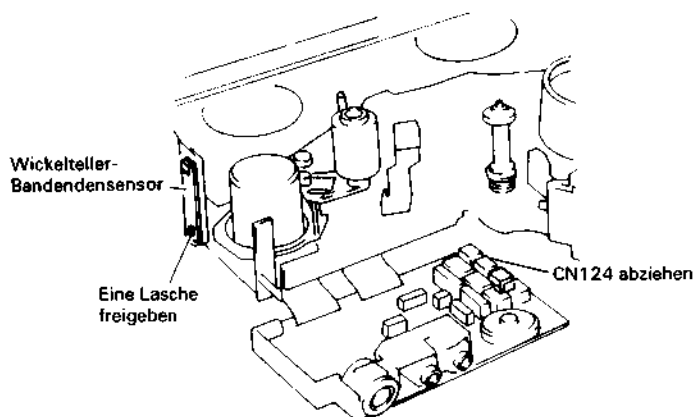

Abb. 2.58 Ausbau des Wickelteller-Bandendensensors
Ausbau des Wickelteller-Bandendensensors (Abb. 2.58)
2. Den Stecker CN124 abziehen (siehe Abb. 2.58).
3. Eine (1) Lasche freigegeben und den Wickelteller-Bandendensensor entfernen.